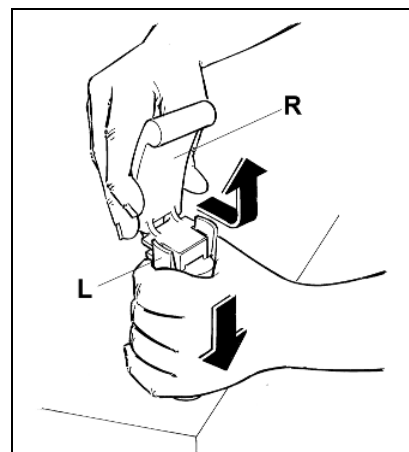

Fig. 3
- **D**esensamble el grifo en todos sus componentes teniendo presionado hacia abajo el cuerpo y sacando la palanca de su mismo asiento (fig.3).